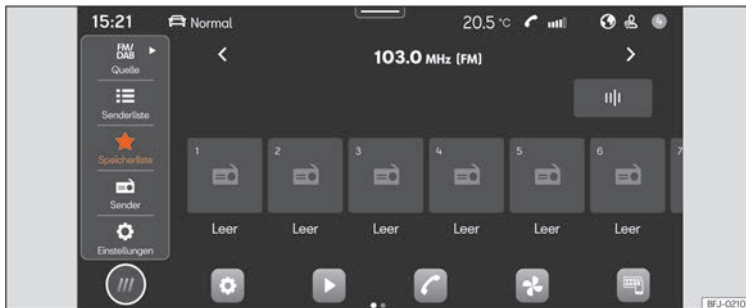

Abb. 159 Schematische Darstellung: Ansicht Radio.
- Drücken Sie **HOME** > >>> **[Abb. 159]**.